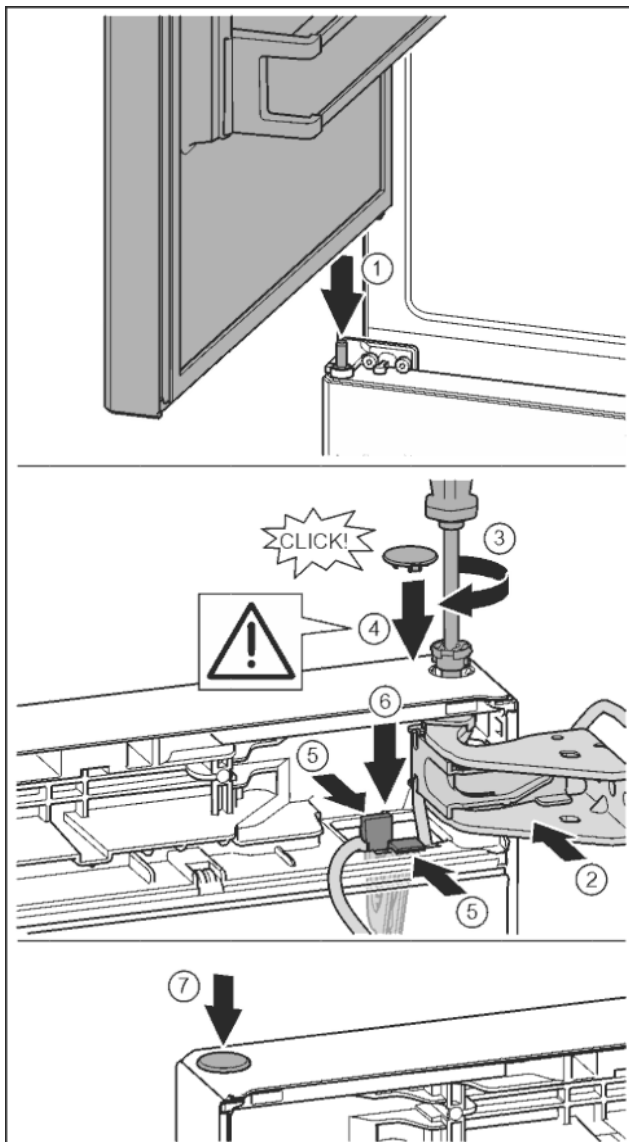

Fig. 39
- ▶ Horní dveře usadíte na prostředním ložiskovém čepu Fig. 39 (1)
- ▶ Dveře nahoře vyrovnejte s otvorem ve stojanu ložiska. Fig. 39 (2)
- ▶ Vložte čep a pevně jej utáhněte šroubovákem T15. Fig. 39 (3)
- ▶ K zajištění dveří namontujte bezpečnostní kryt: Bezpečnostní kryt nasadíte a zkontrolujte, zda přiléhá na dveře. V opačném případě čep zcela zasuňte. Fig. 39 (4)
- ▶ Držák s upevněným kabelem vložte do otvoru. Přitom musí lamela s delším otvorem ukazovat dopředu. Fig. 39 (5)
- ▶ Tlačte držák dolů, až lamela zapadne. Fig. 39 (6)
- ▶ Vložte zátku. Fig. 39 (7)